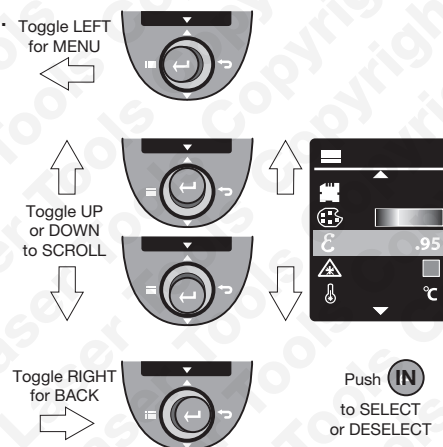

Fig. 4
- Une fois que le logiciel s'est chargé (8 à 10 secondes), familiarisez-vous avec l'interrupteur basculant **H**. Ce dernier peut être actionné vers la gauche, vers la droite, vers le haut et vers le bas pour sélectionner le menu et faire défiler les fonctions associées ; on peut aussi **appuyer** sur l'interrupteur pour sélectionner et désélectionner diverses fonctions (voir figure 4).
Se référer à la figure 4.